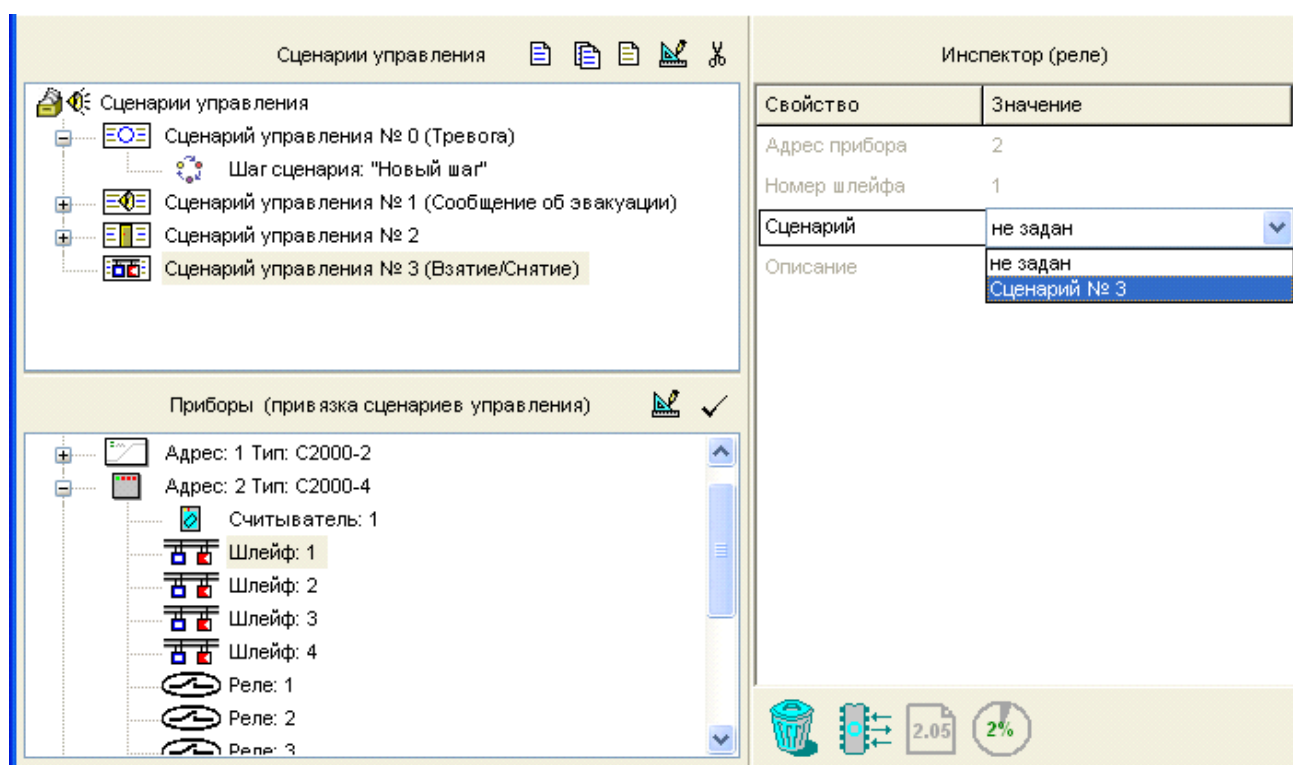

Рисунок 55
- Привязать создаваемый сценарий управления к управляемому шлейфу/шлейфам, которым пульт будет выдавать управляющие команды в рамках создаваемого сценария. Для этого следует в окне сценариев управления отметить нужный сценарий управления, затем в нижнем окне выбрать управляемый шлейф и либо нажать кнопку в палитре инструментов окна привязки, либо выбрать нужное значение параметра «Сценарий» в окне «Инспектор» (см. Рисунок 55).